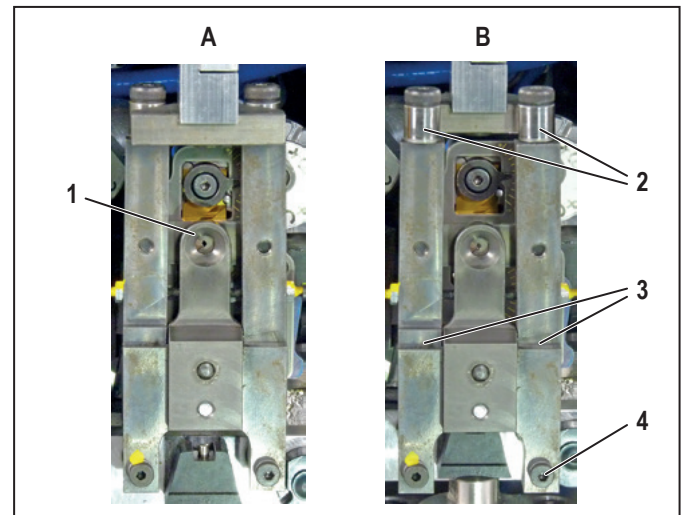

Ilustración 7.3 Unidad de soportes de fijación de los cables trenzados en posición de servicio (A) y tirada hacia adelante (B)
- ▶ Tire de la unidad de soportes de fijación de los cables trenzados hacia adelante (Figure 7.3 , B).
- ▶ Compruebe que los rodillos (2) puedan moverse libremente.
- ▶ Aplique aceite en los puntos de rotación (3) de la unidad de soportes de fijación de los cables trenzados.
- Asegúrese de que la unidad de soportes de fijación de los cables trenzados se encuentre en la posición delantera (Figure 7.3, B).
- Retire el tornillo derecho de abajo de la unidad de soportes de fijación de los cables trenzados (Figure 7.3, 4).